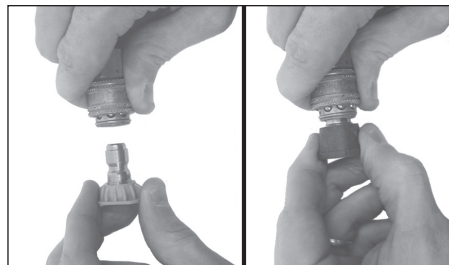

Figure 9 - Buse à raccordement rapide
7. Installez la buse à raccordement rapide (voir la figure 9).